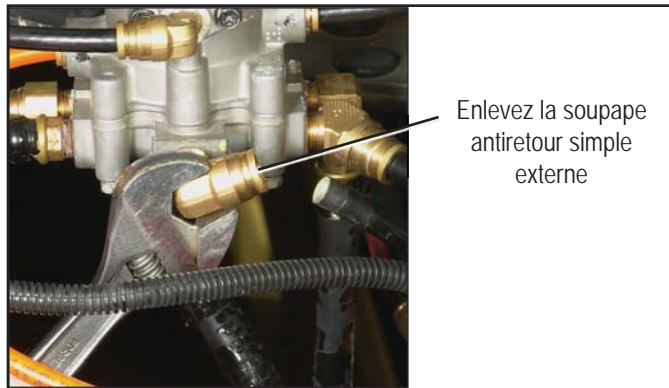
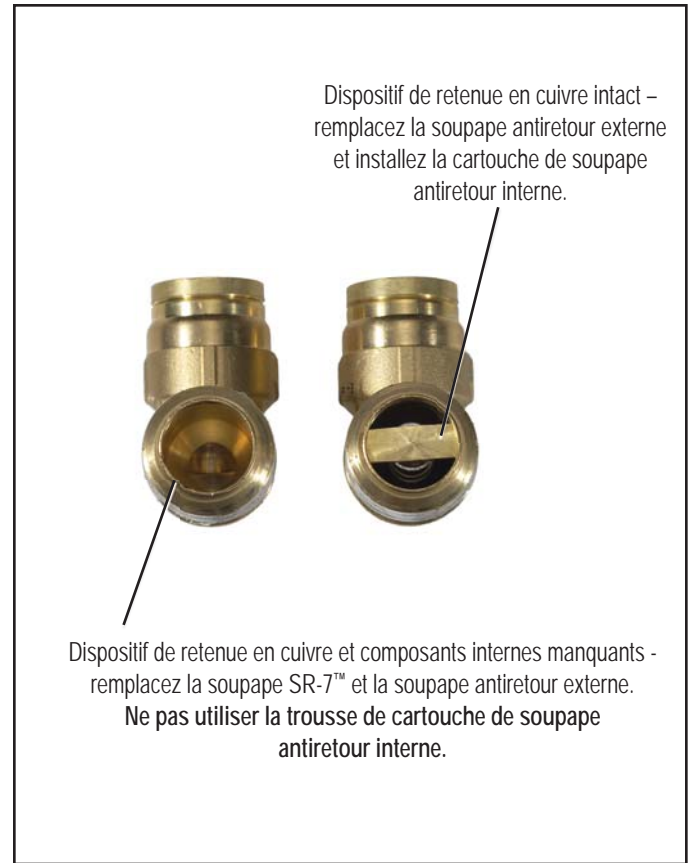

Figure 4 - RETRAIT DE LA SOUPE ANTI RETOUR SIMPLE EXTERNE
Figure 6 - SOUPE ANTI RETOUR PARKER
5. Prenez note de l'orientation la soupape antiretour externe. (Certaines soupapes SR-7™ peuvent être équipées d'un raccord entre la soupape antiretour simple externe et la soupape SR-7™). Tel qu'illustré à la Figure 4, utilisez une clé à molette pour enlever la soupape antiretour simple externe. **IMPORTANT: Vérifiez l'orifice de refoulement (le côté fileté) de la soupape antiretour simple Parker afin de vous assurer de la présence des composants de la soupape antiretour. Assurez-vous que le dispositif de retenue en cuivre est présent et intact.** Reportez-vous à la Figure 6.